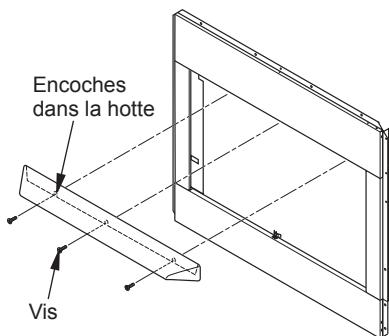

Figure 7 - Installation de la hotte
2. Alignez trois encoches, situées à l'arrière de la hotte, avec la façade du foyer (voir figure 7, page 9). Les encoches doivent se trouver à au moins 9 cm (3 1/2 po) du bord de l'ouverture du foyer.